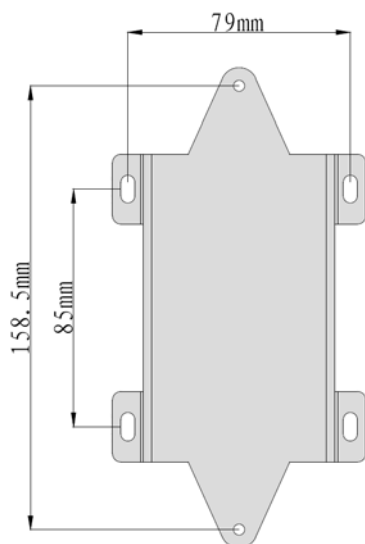

Figura 4: Staffa di Montaggio
3. Fissare la staffa di montaggio alla parete utilizzando quattro viti ST4x30. Fare riferimento alla Figura 4.